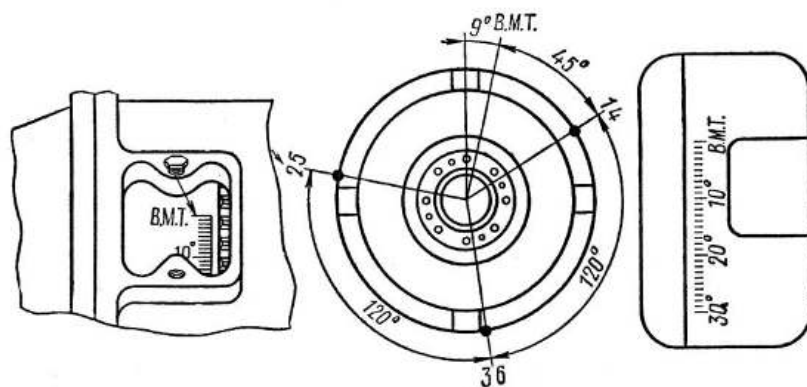

Рисунок 6 - Вид на указатели и метки при регулировке клапанного механизма двигателя СМД-62
- прикрепить болтом стрелку, установив ее конец против метки ВМТ на маховике (рисунок 6), а затем повернуть коленчатый вал еще на  $45^\circ$  до совмещения стрелки с риской на маховике, обозначенной цифрами 1 и 4;